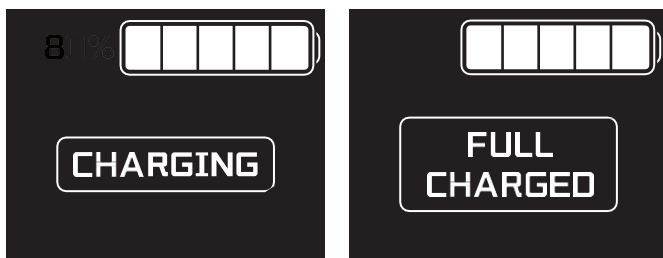

Figura 4.3.3.6
(11) Visualizzazione dello stato di carica della batteria (come mostrato nella Figura 4.3.3.6) Dopo aver collegato la porta di ricarica della carrozzina elettrica al caricabatterie, lo schermo superiore del controller visualizzerà l'icona CHARGING (RICARICA IN CORSO), a indicare che la carrozzina è in fase di ricarica;